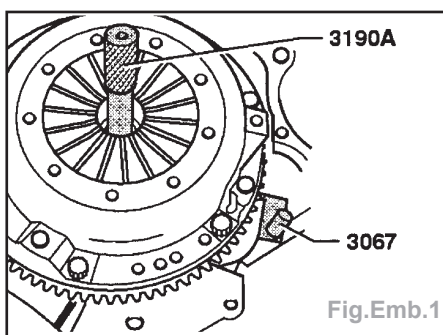

Fig.Emb.1
- Bloquer la rotation du volant moteur avec l'outil **3067** (Fig.Emb.1).
- Centrer le disque avec l'outil 3190A (Fig.Emb.1).